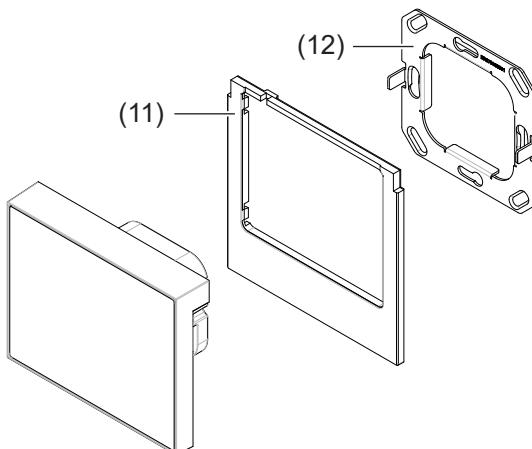

Bild 10: Montage
- Beiliegendes, vorkonfektioniertes Kabel in die Buchse **Digital/Analog IN (4)** stecken.
- Designrahmen (11) rückseitig anlegen und über die Fixierungen (15) drücken, bis er einrastet.
- Gerät lagerichtig über den Tragring positionieren, so dass die Aufnahmen am Gerät (13) und die Stifte am Tragring (12) übereinander liegen (Bild 10).
- Gerät langsam auf den Tragring (12) drücken, bis die Klemmfedern (16) im Tragring einrasten und die magnetischen Haltepunkte (14) den Tragring zusätzlich fixieren.